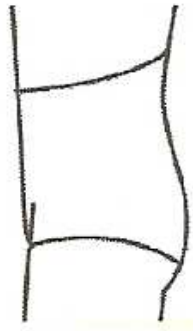

Figure 12 : Forme montante au dos sans emboîtement (25)
- Forme montante au dos sans emboîtement : pour homme surtout ou quelquefois pour femme souffrant d'une ptôse organique (Figure 12).